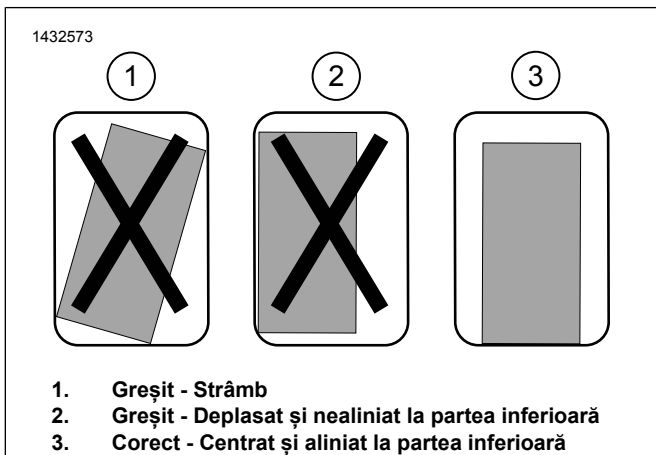

Figura 11. Montarea suportului
- a. A se vedea figura 11. Verificați potrivirea suportului de montare. Suportul trebuie să fie drept, centrat pe desagă și cât mai aproape posibil de partea inferioară a acesteia.
- c. A se vedea figura 11. Verificați potrivirea pentru amplasarea finală asigurându-vă că suportul este drept, centrat și cât mai aproape posibil de partea inferioară a desăgii.